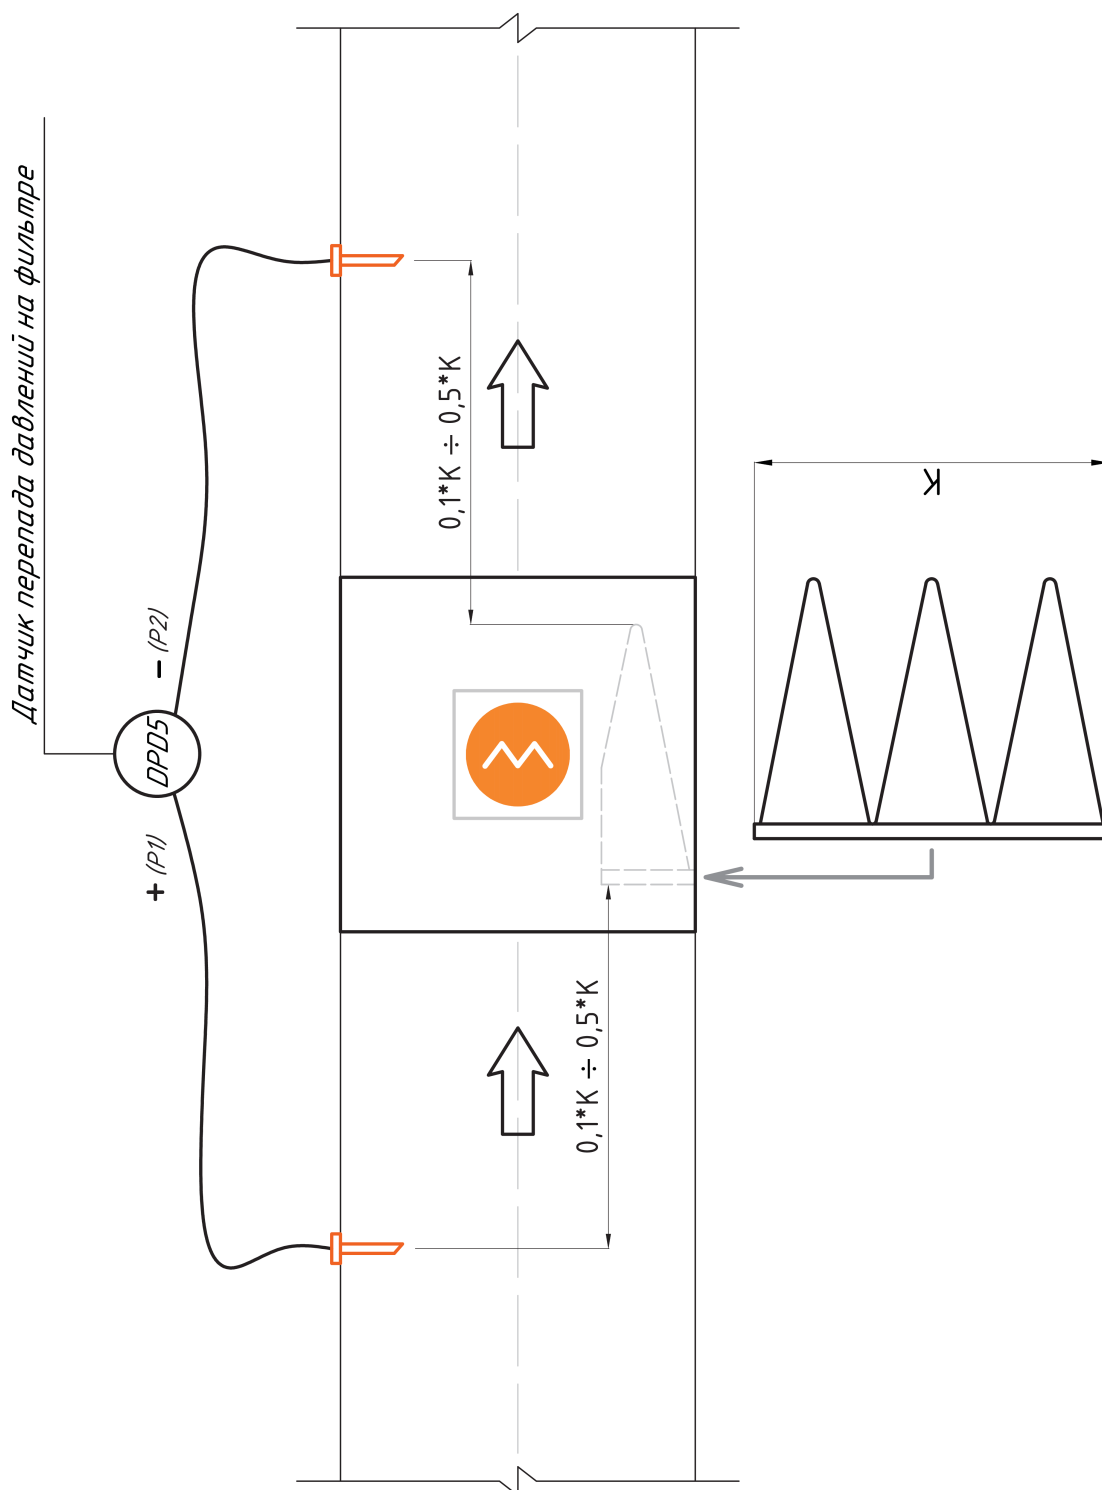

Рисунок 5.1 – Принципиальная схема расположения датчика загрязненности фильтра
5.9. Для дистанционного контроля степени загрязнения фильтрующей вставки рекомендуется применять дифференциальный датчик перепада давления DPD-5. Монтаж зондов датчика DPD производить в соответствии с рис. (см. рисунок 5.1). Рекомендуется устанавливать датчик перепада давлений на минимальном расстоянии от зондов.